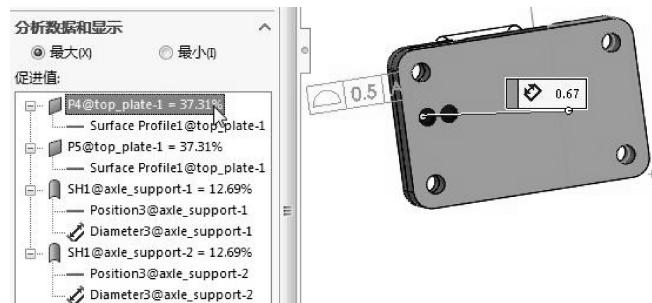

图 5-69 显示公差值
- 在【促进值】列表中选择【P4@Top\_Plate-1 (37.31%)】或者【P5@Top\_plate-1 (37.31%)】，零部件上即显示公差值，如图 5-69 所示。